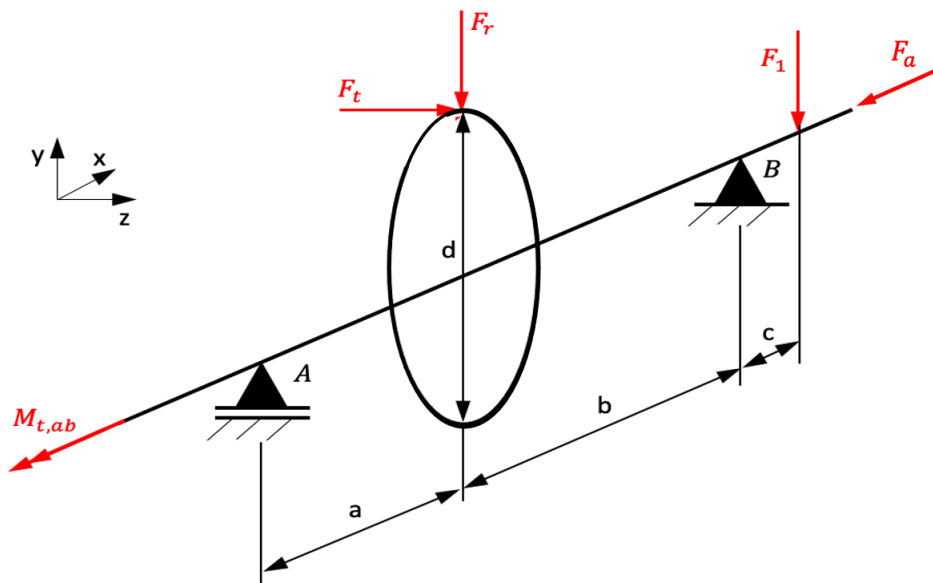

Abbildung 1: mechanisches Ersatzmodell einer Abtriebswelle
- a) In Abbildung 1 ist ein mechanisches Ersatzmodell einer Abtriebswelle dargestellt, die über ein Zahnrad ein konstantes Abtriebsmoment erzeugt. Am Zahnrad wirken eine Tangentialkraft F_t , eine Axialkraft F_a und eine Radialkraft F_r . Zusätzlich wirkt eine weitere Radialkraft F_1 . Berechnen Sie zunächst mit Hilfe der unten angegebenen Werte (siehe Tabelle 1) das Abtriebsmoment. Schneiden Sie anschließend das System frei (**2D-Freischnitt in der x-y-Ebene**) und berechnen Sie alle Auflagerkräfte. Stellen Sie die Schnittlastenverläufe (inkl. Torsionsmoment) qualitativ in einer geeigneten Form grafisch dar. Die Diagramme müssen benannt, beschriftet und sinnvoll skaliert werden.
- a) Das Zahnrad aus Abbildung 1 wird durch eine Keilwelle formschlüssig mit der Welle verbunden. Welche Zentrierungsart ist hier sinnvoll und warum (das Zahnrad dreht lediglich in eine Richtung)? Skizzieren Sie anschließend die gewählte Zentrierungsart.